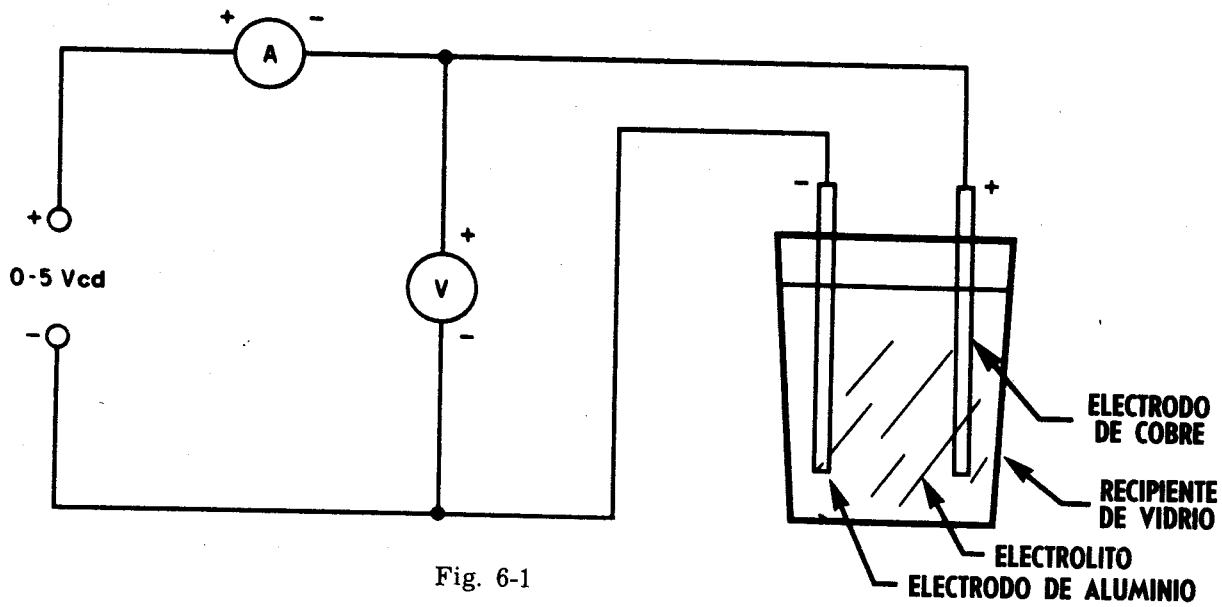

Fig. 6-1
3. Conecte la fuente de energía de cd a los electrodos; el positivo al cobre y el negativo al aluminio o al objeto que se va a cubrir. El amperímetro se conecta en serie con el circuito. Vea la Fig. 6-1.